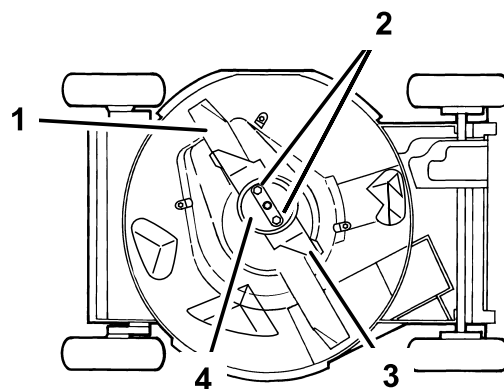

Figura 31
4. Vuelque el cortacésped hacia su lado **derecho** (Figura 31).
Sujete el extremo de la cuchilla usando un paño o un guante grueso. Retire las tuercas de la cuchilla, el protector de césped, el acelerador y la cuchilla (Figura 31).
5. Retire las 2 tuercas de la cuchilla, el protector de césped, el acelerador y la cuchilla (Figura 31).